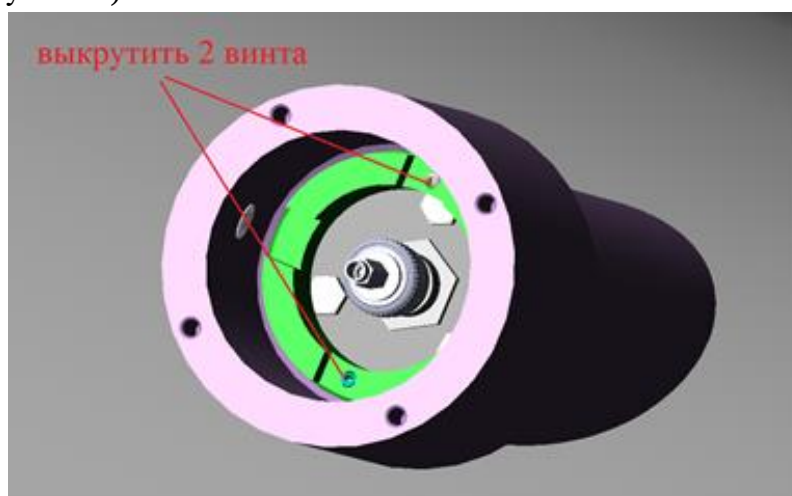

Рисунок 39 – винты установочные
4.2.2.5 Выкрутить 2 винта установочных, фиксирующих гайку для исключения откручивания (см. Рисунок 39).